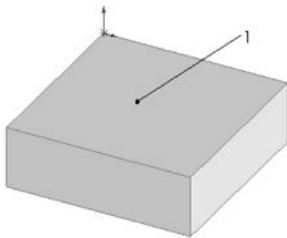

图 3-143 拉伸的图形
1) 执行孔命令。选择图 3-143 中的表面 1, 执行“插入”→“特征”→“孔”→“向导”菜单命令, 或者单击“特征”工具栏中的“异型孔向导”按钮, 系统弹出如图 3-144 所示的“孔规格”属性管理器。
2) 设置属性管理器。孔类型按照图 3-145 所示进行设置, 然后选中“孔规格”属性管理器中的“位置”选项卡, 单击“3D 草图”按钮, 在图 3-143 的表面 1 上添加 4 个点。